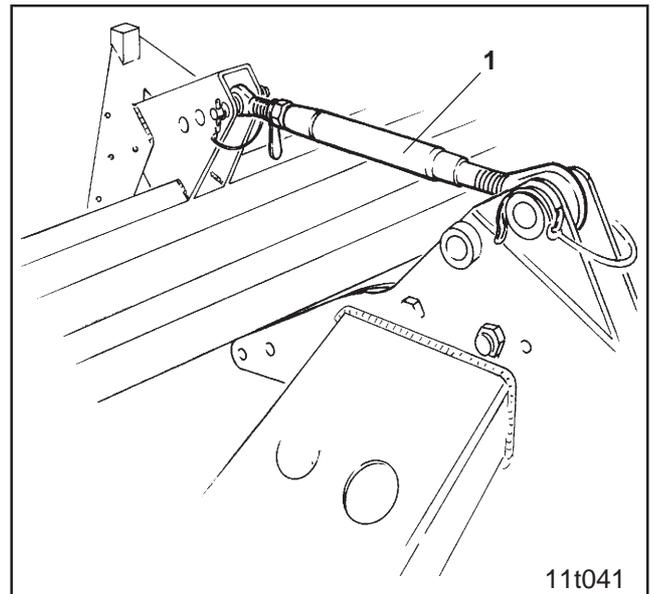

Fig. 7.5
- Conectar el brazo superior (fig. 7.5/1) entre la sembradora y la máquina de laboreo del suelo y asegurar los pernos de fijación de pasadores. La longitud del brazo superior se puede ajustar entre 290 y 410 mm.
- Regular la longitud del brazo superior (fig. 7.5/1) de modo que la tolva quede aproximadamente horizontal.